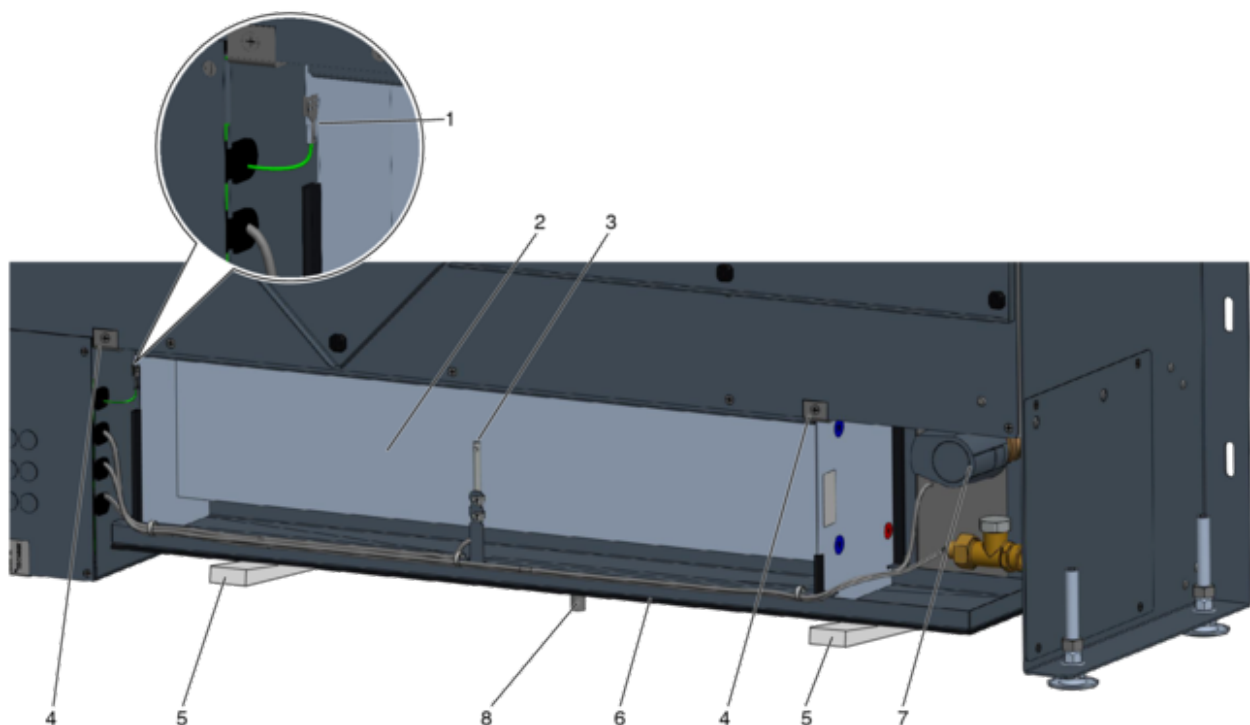

Abb. 39: Wärmeübertrager demontieren
- ▶ Schutzleiter (Abb. 39 /1) am Wärmeübertrager (Abb. 39 /2) lösen.
- ▶ Halter des Zulufttemperatursensors (Abb. 39 /3) lösen.
5. ▶ Betriebsdruck der wasserseitigen Anschlüsse (Abb. 39 /7) ablassen und die Rohrverschraubungen am Wärmeübertrager lösen. Ggf. Abfluss am Kondensatanschluss (Abb. 39 /8) demontieren.
6. ▶ Wärmeübertrager und Kondensatwanne (Abb. 39 /6) mit geeignetem Material abfangen, z. B. mit Holz (Abb. 39 /5).
Halterungen (Abb. 39 /4) des Wärmeübertragers durch Lösen der beiden Kreuzschlitzschrauben demontieren und den Wärmeübertrager mit Kondensatwanne vorsichtig absetzen. Wärmeübertrager mit Kondensatwanne nach vorne aus dem Gerät ziehen.
8. ▶ ■ Die Kondensatwanne (Abb. 39 /6) mit handelsüblichen Reinigungs- oder Desinfektionsmitteln reinigen.
■ Kondensatablauf (Abb. 39 /8) (optional) auf freien Ablauf prüfen.